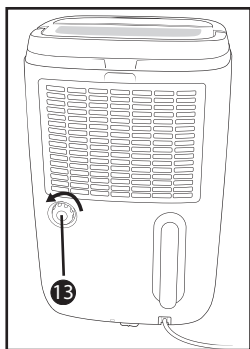

Abb. 2
- ◆ Schrauben Sie den Verschluss ①③ auf der Rückseite des Gerätes heraus (siehe Abbildung 2).